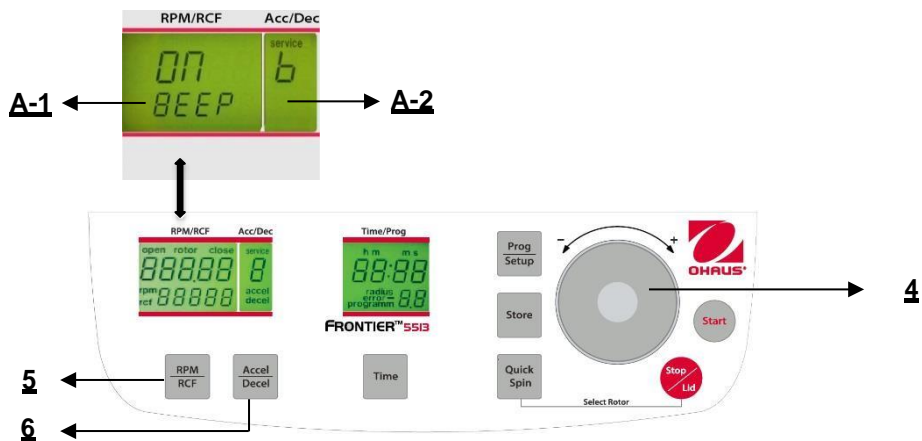

Abbildung. 30
Fahren Sie fort wie unter Punkt 4.1.2 beschrieben, um in den Programmmodus einzutreten und drücken Sie dann die Taste "**Accel/Decel**"(6). Auf der Anzeige blinkt "**Acc/Dec**" (A-2) das Wort "**Service**". Wählen Sie nun den Buchstaben "**L**" mit Hilfe des Anpassungs Wählscheibe (4). Als Ergebnis erscheinen die Worte "**On Sound**" auf der Anzeige "**RPM/RCF**" (A-1). Wenn Sie die Taste "**RPM/RCF**" (A-1) nun drücken, blinkt das Wort "**On**" und Sie können den Ton mit dem Anpassungs Wählscheibe (4) umschalten (siehe Abbildung 30).
Fahren Sie fort wie unter Punkt 4.1.2 beschrieben, um in den Programmmodus einzutreten und drücken Sie dann die Taste **"Accel/Decel"**(6). Auf der Anzeige **"Acc/Dec"** (A-2) blinkt das Wort **"Service"**. Wählen Sie nun den Buchstaben **"B"** mit Hilfe des Anpassungs Wählscheibe (4). Als Ergebnis erscheinen auf der Anzeige **"RPM/RCF"** (A-1) die Worte **"ON/BEEP"**. Nach dem Drücken der Taste **"RPM/RCF"** (5) können Sie das Tastaturgeräusch mit dem Anpassungs Wählscheibe (4) ein- (On) oder ausschalten (Off). (Siehe Abbildung 30).